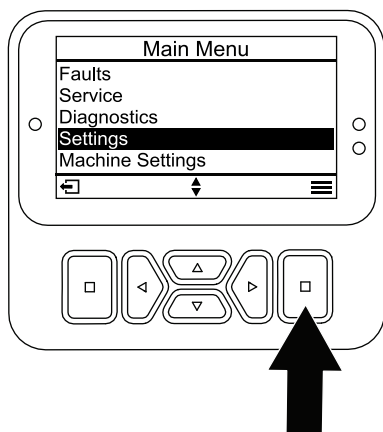

Bild 18
1. Blättern Sie vom HAUPTMENÜ zu SETTINGS [Einstellungen] und drücken Sie die Auswahlstaste (Bild 18).